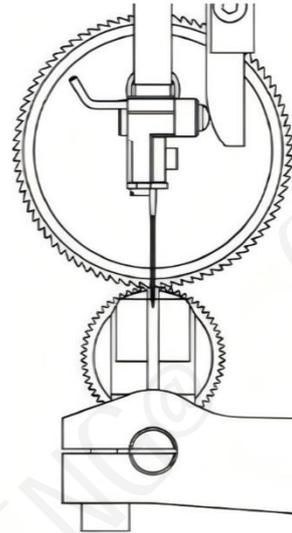

图 5
4.3 检查机针是否平行于针板，并处于针板的中间（见图 5）
4.3 Check Needle is Parallel and Central to Needle plate (Seeing Fig 5)